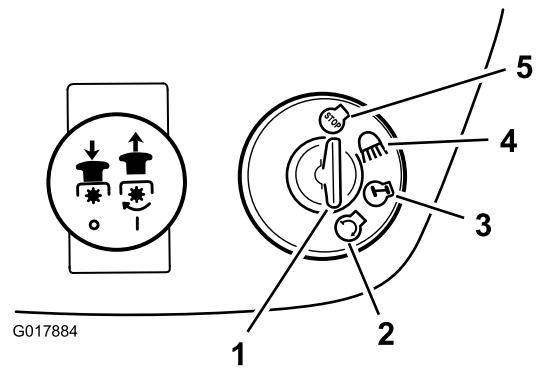

**Figura 9**
6. Para arrancar un motor frío, empuje la palanca de control del acelerador hacia adelante del todo, a la posición de Estárter (Figura 9).
8. Cuando el motor arranque, mueva lentamente la palanca de control del acelerador a la posición de Rápido (Figura 9).
1. Mueva la palanca del acelerador a la posición de Lento (Figura 9).
2. Gire la llave de contacto a la posición de Desconectado (Figura 9).